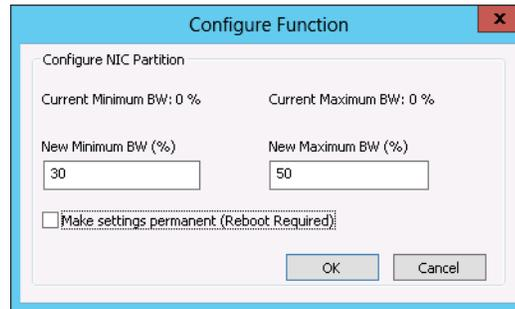

Figure 4-30. Saisie de nouvelles valeurs de bande passante
3. Utilisez la boîte de dialogue Configure Function (Configurer la fonction) pour définir les pourcentages minimum et maximum de bande passante, la **New Minimum BW** (Nouvelle bande passante minimale) et la **New Maximum BW** (Nouvelle bande passante maximale) (voir Figure 4-30).